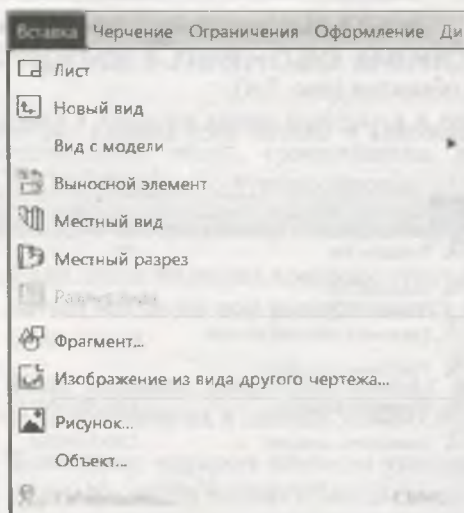

Рис. 3.6. Выпадающее меню пункта Вставка
- ◆ **Вставка** — с помощью команд данного выпадающего меню можно создать новый вид и слой, ввести технические требования и шероховатость, заполнить основную надпись и т. д. (рис. 3.6);